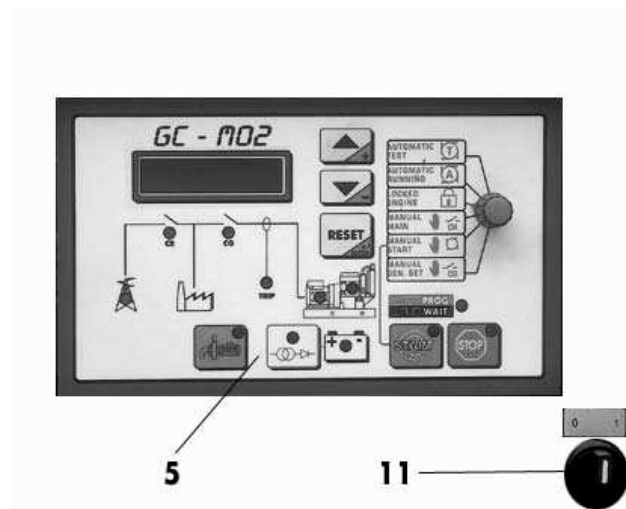

Bild Nr 3
- AUTOMATISCHE SCHALTТАFEL OHNE UMSCHALTUNG (ACP)** Siehe Bild Nr. 3